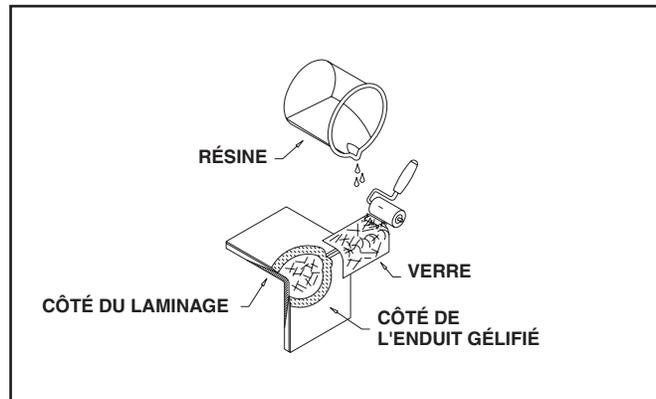

Figure 28 - Réparation côté de l'enduit gélifié
6. Procéder à la réparation du côté de l'enduit gélifié, tel qu'il est indiqué aux étapes 7 et 8 de la rubrique **RÉPARATION STRUCTURALE DUE À UN PLIAGE EXCESSIF OU AU BRIS D'UNE PETITE SURFACE** de cette section. Voir Figure 28.